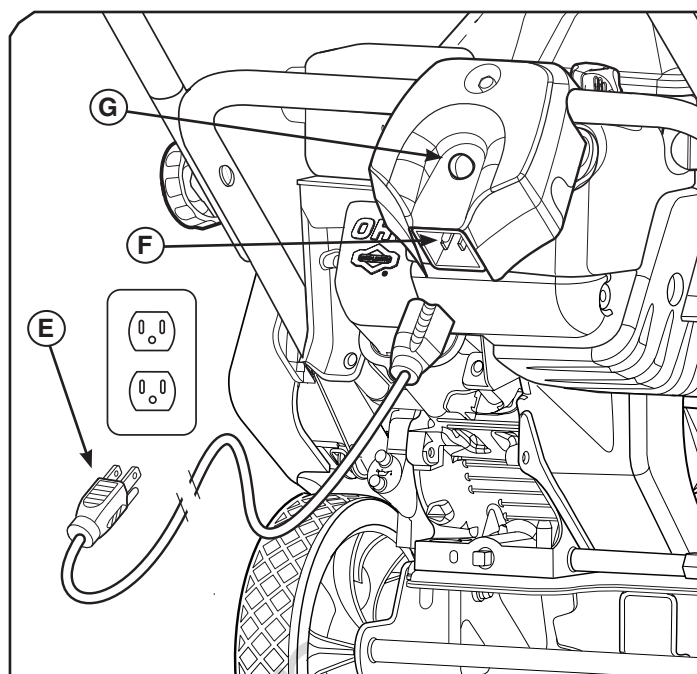

Figura 3
6. **Arranque de rebobinado:** Sostenga firmemente el cable de arranque (D). Tire del cable de arranque lentamente hasta que sienta resistencia, entonces tire rápidamente de él.
7. **Arranque eléctrico:** Primero conecte el cable de alimentación (no suministrado) (E, Figura 3) al receptáculo de arranque (F) y luego al receptáculo de la pared. Si requiere un cable de alimentación adicional, asegúrese de que sea un cable de tres conductores.
8. **Arranque eléctrico:** Presione el botón de arranque (G). Después arrancar el motor, desconecte el cable de alimentación: primero del receptáculo de la pared y luego del receptáculo de arranque.